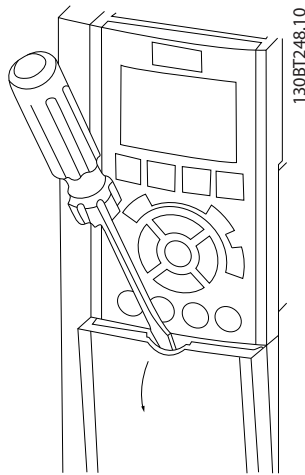
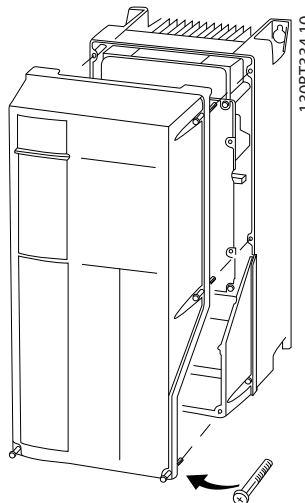

Abbildung 4.4 Zugang zur Verkabelung bei Gehäusen der Schutzarten IP20 und IP21
Abbildung 4.5 Zugang zur Verkabelung bei Gehäusen der Schutzarten IP55 und IP66
1. Entfernen Sie die Abdeckung mithilfe eines Schraubendrehers (siehe *Abbildung 4.4*) oder durch Lösen der Befestigungsschrauben (siehe *Abbildung 4.5*).